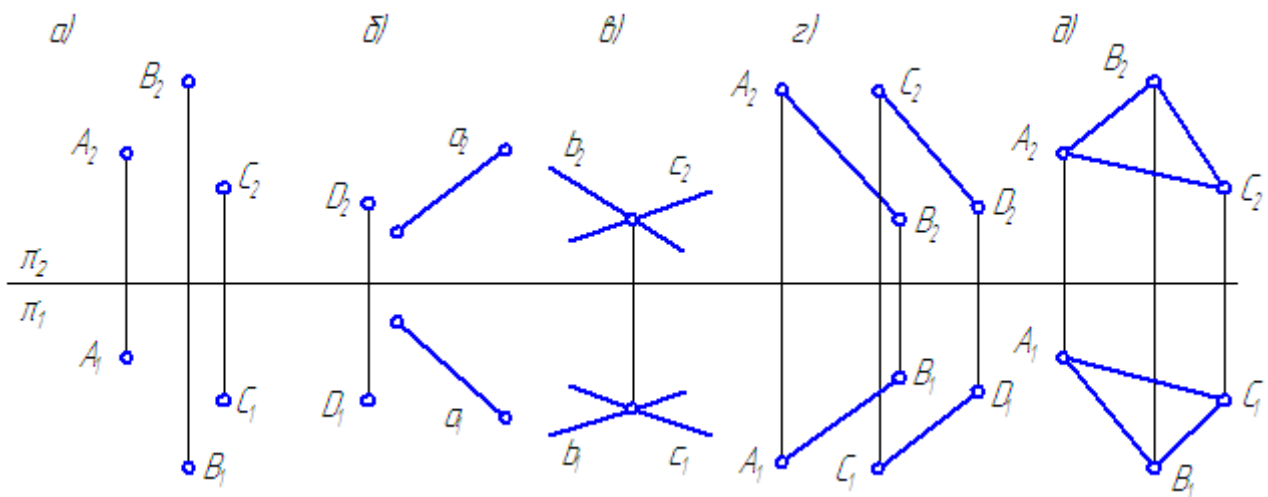

Рис. 5. – Способы задания плоскостей
- проекциями трёх точек, не лежащих на одной прямой (Рисунок 5,а);
- проекциями точки и прямой (Рисунок 5,б);
- проекциями двух пересекающихся прямых (Рисунок 5,в);
- проекциями двух параллельных прямых (Рисунок 5,г);
- плоской фигурой (Рисунок 5,д);